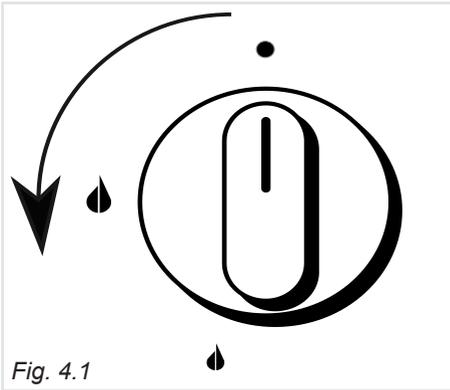

Fig. 4.1
L'afflusso del gas al bruciatore è regolato da un rubinetto, come i bruciatori del piano di lavoro (fig. 4.1), che permette la regolazione del massimo e del minimo. Inoltre, questo rubinetto è dotato di una valvola di sicurezza che, allo spegnersi della fiamma, chiude automaticamente l'erogazione di gas.
3. Premere a fondo e ruotare in senso antiorario la manopola del forno (fig.4.1) fino a far coincidere l'indice della manopola con il simbolo  (fiamma grande = portata massima).